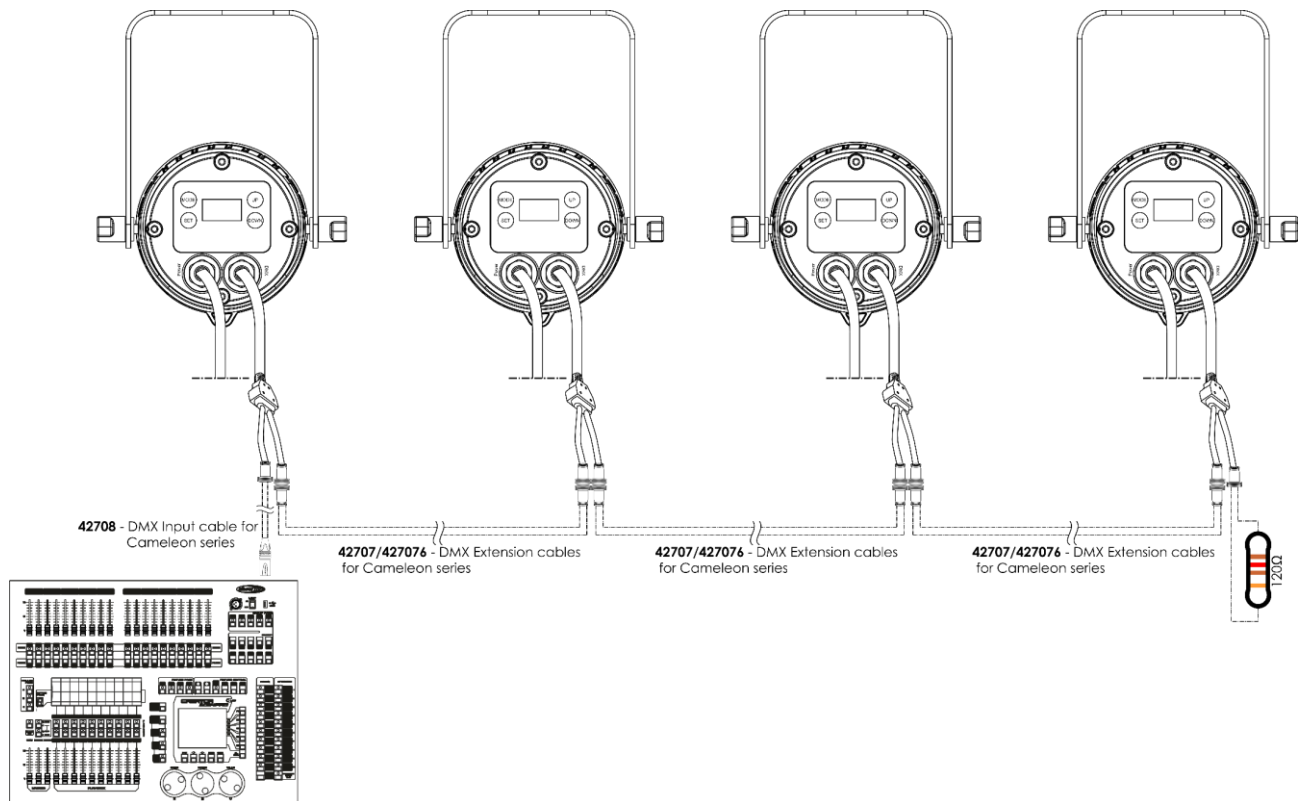

Abb. 04
- 04) Verbinden Sie die Geräte wie in Abb. 04 abgebildet. Verbinden Sie einen Lichtcontroller mit dem DMX-Eingang des ersten Geräts. Verwenden Sie dafür das 42708 – DMX-Eingangskabel. Verbinden Sie den Ausgang des ersten Geräts mit dem Eingang des zweiten Geräts. Verwenden Sie dafür das 42707/427076 – DMX-Verlängerungskabel. Verbinden Sie ebenfalls das zweite, dritte und vierte Gerät und verwenden Sie dafür das 42707/427076 – DMX-Verlängerungskabel.